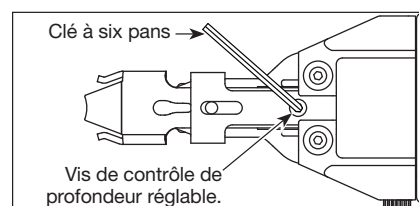

Figure 22
1. Lorsque la pile à combustible, la batterie et les attaches sont retirées, desserrer la vis d'assemblage à tête creuse du contrôle de profondeur avec une clé à six pans de 4 mm (voir la figure 22).